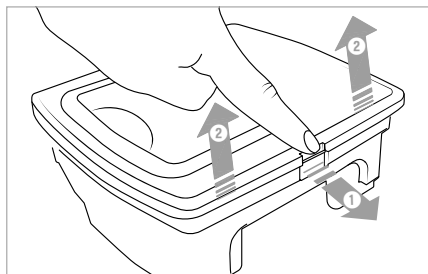

Rys. 7
- 1) Zdejmij osłonę 15 pojemnika na pył 14 i wyciągnij go z urządzenia za ucho (patrz rys. 7 i 8).